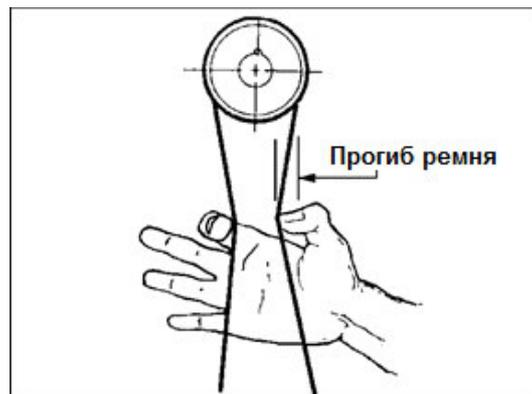

Рис. 10
2. При умеренном надавливании на ремень пальцами посередине между шкивами он должен иметь небольшой прогиб (Рис. 10).